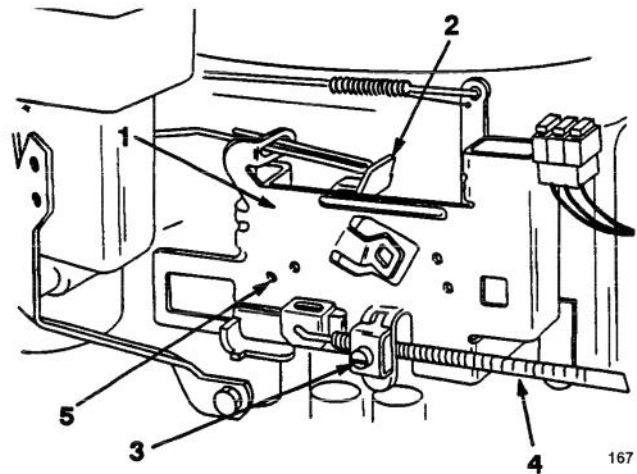

Figure 25
3. Pincer les extrémités des colliers de serrage et les éloigner du filtre (Fig. 25).
- B. Quand la commande est sur FAST, les trous de repérage du levier de commande du régulateur doivent se trouver dans l'alignement de la plaque du régulateur (Fig. 25). Si ce n'est pas le cas, se reporter au point 4 pour la procédure de réglage.
- B. Desserrer la vis de serrage du câble d'accélérateur jusqu'à ce que la gaine coulisse (Fig. 25).
- C. Déplacer la gaine du câble jusqu'à ce que les trous de repérage du levier de commande du régulateur se trouvent dans l'alignement de la plaque du régulateur (Fig. 25). Serrer alors la vis de serrage du câble.